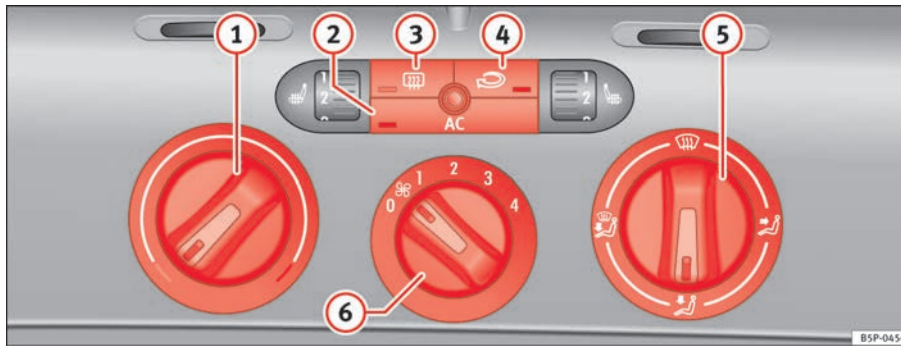

Abb. 108 In der Instrumententafel: Bedienelemente der Climatic
- Mit den Reglern ⇒ Abb. 108 ① und ⑤ und mit dem Schalter ⑥ stellen Sie die Temperatur, die Luftverteilung und die Gebläsestufe ein.
- Drücken Sie die jeweilige Taste ②, ③ oder ④, um eine Funktion ein- oder auszuschalten. Bei einer eingeschalteten Funktion leuchtet das Fenster unten an der Taste auf.
- ① Temperaturregler ⇒ Seite 152.
- ② Taste **AC** – Kühlanlage ein-/ausschalten ⇒ Seite 152
- ③ Taste – Heckscheibenbeheizung. Etwa 20 Minuten nach dem Einschalten wird die Beheizung automatisch ausgeschaltet. Sie lässt sich vorzeitig durch Drücken der Taste ausschalten.
- ④ Taste – Umluftbetrieb ⇒ Seite 154
- ⑤ Luftverteilungsregler ⇒ Seite 152.
- ⑥ Gebläseschalter. Der Luftstrom ist in vier Stufen einstellbar. Das Gebläse sollte immer bei langsamer Fahrgeschwindigkeit in niedriger Stufe mitlaufen. ▶
- Schalten Sie die Klimaanlage mit der Taste \Rightarrow Seite 151, Abb. 108  ein.